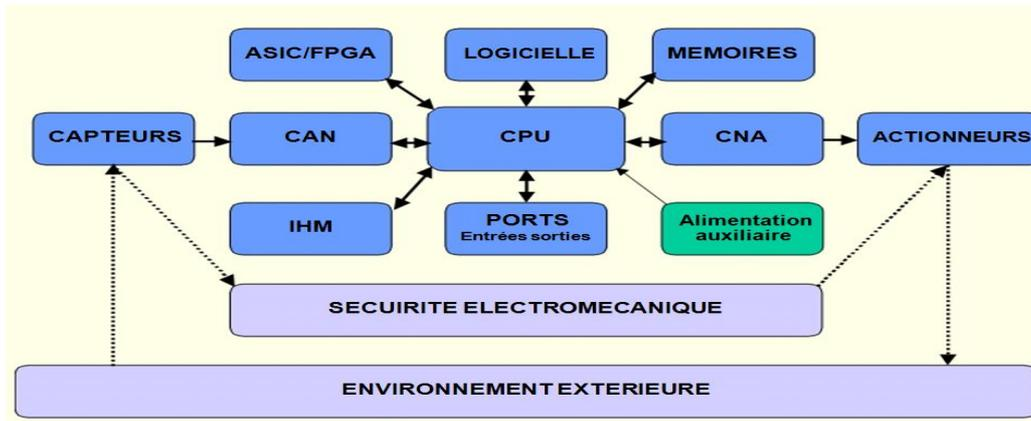

Figure 1.2 : Système embarqué typique
- Communication et réseaux : transmission d'information et commutation, téléphonie, Internet... La figure 1.2 présente les caractéristiques principales d'un système embarqué typique.